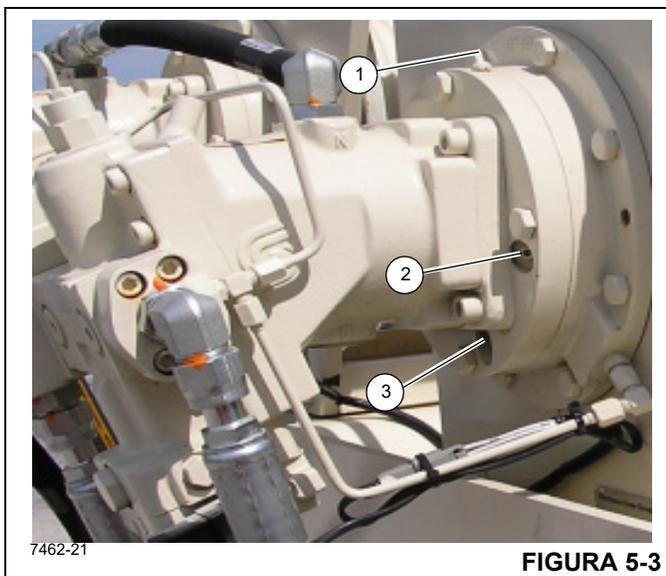

FIGURA 5-3
Para verificar o óleo do freio do guincho, remova o bujão de inspeção (2, Figura 5-3) e inspecione visualmente o nível do óleo. O fluido deve ser nivelado com a parte inferior do furo de inspeção até o óleo estar no nível inferior do furo de inspeção (1).
Para drenar e adicionar óleo novo, remova o bujão de dreno (3, Figura 5-3), o bujão de inspeção (2) e o bujão de respiro (1) e drene o óleo hidráulico. Reinstale o bujão de dreno (3) e adicione fluido no furo de ventilação (2) até que o óleo esteja no nível inferior do furo de inspeção. Instale o bujão de ventilação (1) e o bujão de inspeção (2). Consulte *Pontos de Lubrificação*, página 5-3. A capacidade de abastecimento do freio do guincho é de 0,23 l (0,25 qt).
O óleo nas seções da caixa de engrenagens e do freio deve ser trocado após as primeiras 50 horas de operação e a cada 1000 horas ou 6 meses de uso. O óleo da caixa de engrenagens é drenado com a remoção do bujão do dreno e de ventilação (Consulte a Figura 5-3).